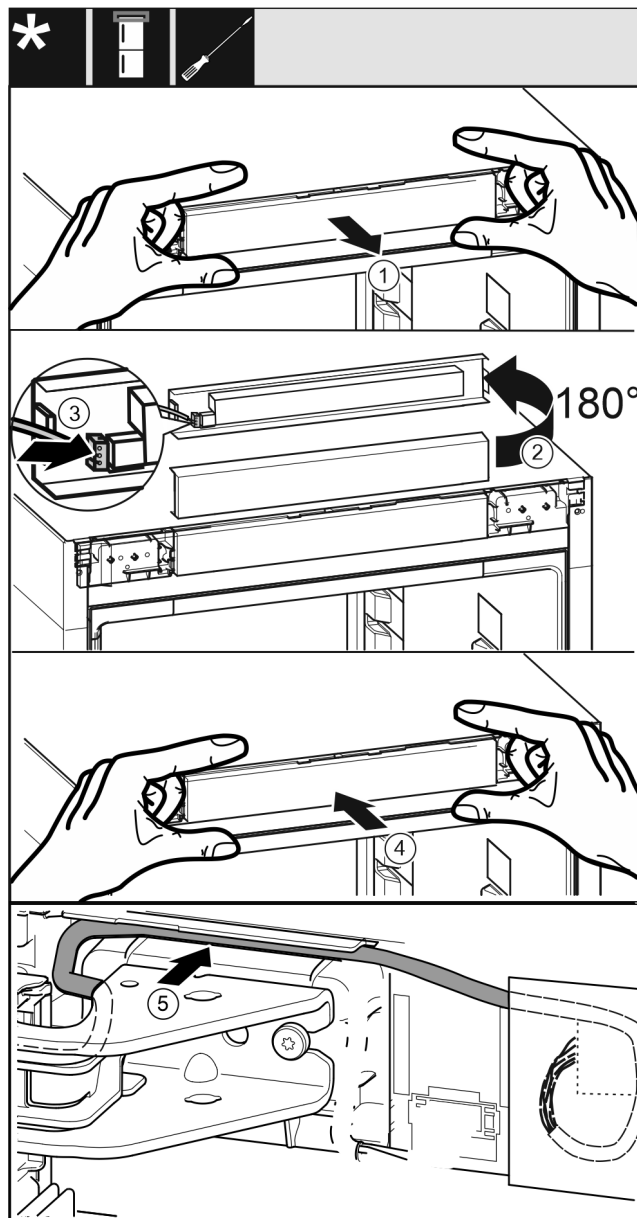

Fig. 57
- Extrageți cu precauție masca de operare Fig. 57 (1).
- Rotiți masca de operare Fig. 57 (2) cu 180° în sus.
- Fixați în poziție fișa Fig. 57 (3) la masca piesei de operare.
- Fixați din nou în poziție masca de operare Fig. 57 (4) la aparat.
- Pozați cu precauție cablul Fig. 57 (5) în ghidaj deasupra suportului superior de lagăr.